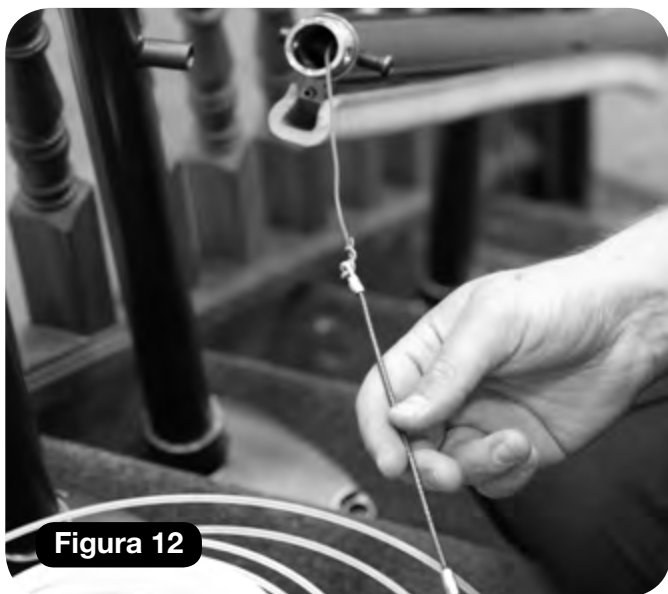

Figura 12
- 1 Usate la cintura d'attraversamento che avete fissato all'interno della traccia per tirare il cavo rosso attraverso la traccia (**Figura 12**).